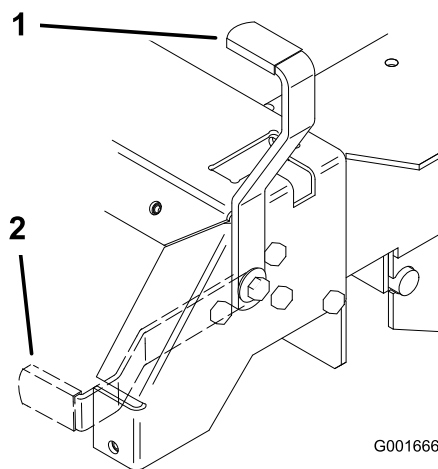

Figura 11
2. Tire de la palanca del freno de estacionamiento hacia arriba y hacia atrás para poner dicho freno (Figura 11). La palanca del freno de estacionamiento debe permanecer firmemente en esa posición.
Empuje hacia adelante y hacia abajo la palanca del freno de estacionamiento para quitar dicho freno (Figura 11).